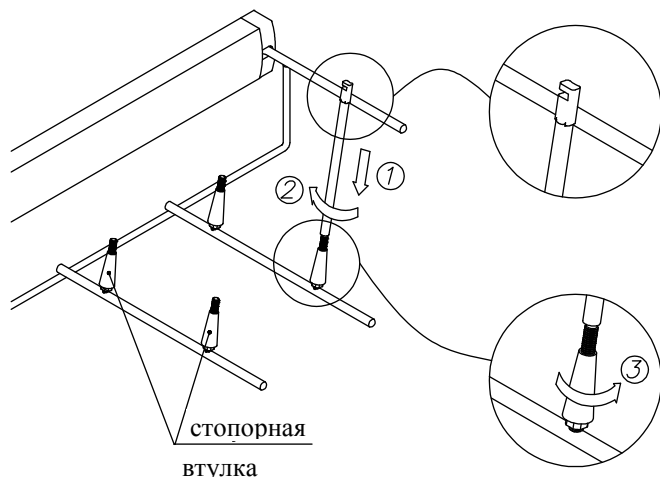

Рис. 10
Защелки регулятора накручиваются на фрагмент болта на выступающий выше плоскость стопорная втулка (1), (2). Затяжки должны проводиться до полного контакта с подшипниками рукава kontrolująca. Правильная позиция противоположного окончания защелки представлена на Рис. 10.